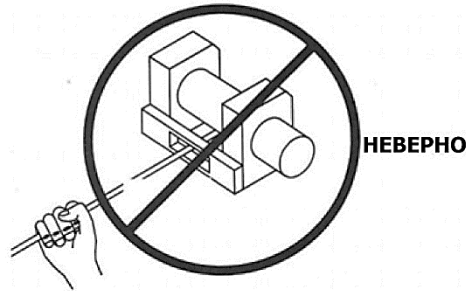

Рисунок 5.
**Опасно:** Никогда не прикасайтесь к тросу или крюку, когда они находятся под натяжением или под нагрузкой. Даже в состоянии покоя трос лебедки может быть под натяжением. Никогда не направляйте натянутый трос на барабан голыми руками (рисунок 5).